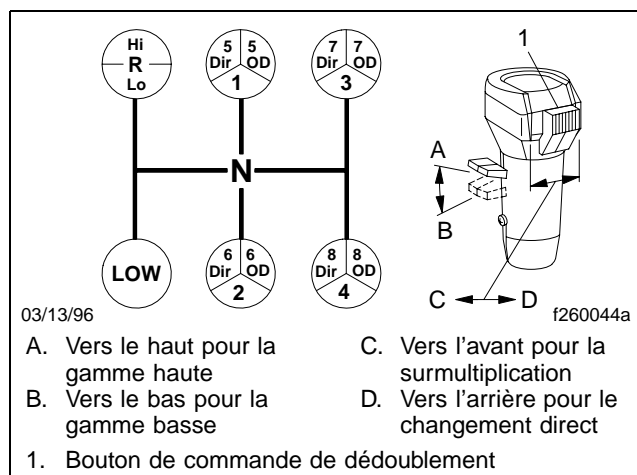
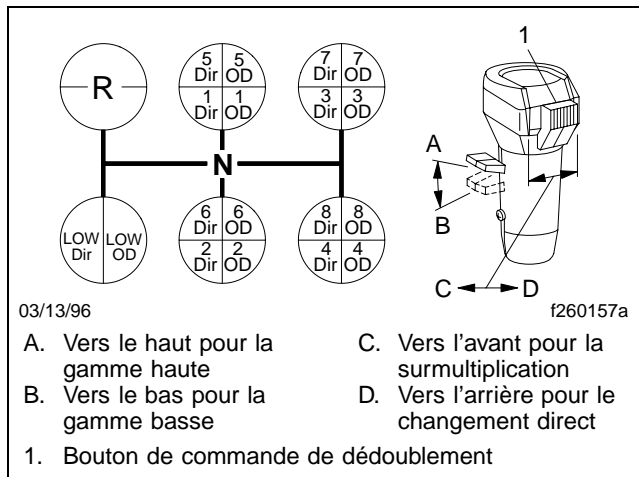

Fig. 8.6, Configuration des rapports des boîtes Eaton Fuller RTO à 13 vitesses
Fig. 8.7, Configuration des rapports des boîtes Eaton Fuller RTLO à 18 vitesses
Les boîtes Eaton Fuller RTO à 13 vitesses ont treize rapports de marche avant et deux rapports de marche arrière. Chaque boîte de vitesses consiste en une section avant de 5 vitesses et une section auxiliaire à 3 vitesses. La section auxiliaire contient des rapports de gamme basse et haute, plus une surmultiplication à dédoublement. Consultez la **Fig. 8.6** connaître la configuration des vitesses.
2. Poussez le bouton de sélection de gamme vers le bas, en gamme basse. Consultez la **Fig. 8.6** ou la **Fig. 8.7**.
3. Veillez à ce que le bouton de commande de dédoublement soit en position de changement direct (vers l'arrière). Consultez la **Fig. 8.6** ou la **Fig. 8.7**.
Pour passer du changement direct à la surmultiplication basse, déplacez le bouton de commande de dédoublement (**Fig. 8.7**) en position de surmultiplication (vers l'avant), puis relâchez immédiatement l'accélérateur. Enfoncez et relâchez la pédale d'embrayage. Après avoir relâché l'embrayage, accélérez de nouveau.
Passez du rapport bas à la 1^{re}, 2^e, etc. jusqu'à la 4^e, en faisant un double débrayage pour chaque changement et en augmentant le régime du moteur à 80 pour cent du régime réglé. Consultez la **Fig. 8.6**.
Passez du rapport bas surmultiplié à la 1^{re} directe en déplaçant d'abord le bouton de commande de dédoublement à la position de changement direct (vers l'arrière) (**Fig. 8.7**). Passez le levier de vitesse en 1^{re}, en faisant un double débrayage.
Pour passer de la 5^e directe à la 5^e surmultipliée, déplacez le bouton de commande de dédoublement (**Fig. 8.6**) à la position de surmultiplication (vers l'avant), puis relâchez immédiatement l'accélérateur. Enfoncez et relâchez la pédale d'embrayage. Après avoir relâché l'embrayage, accélérez de nouveau.
Pour passer de la 5^e directe à la 5^e surmultipliée, déplacez le bouton de commande de dédoublement (**Fig. 8.7**) à la position de surmultiplication (vers l'avant), puis relâchez immédiatement l'accélérateur. Enfoncez et relâchez la pédale d'embrayage. Après avoir relâché l'embrayage, accélérez de nouveau.